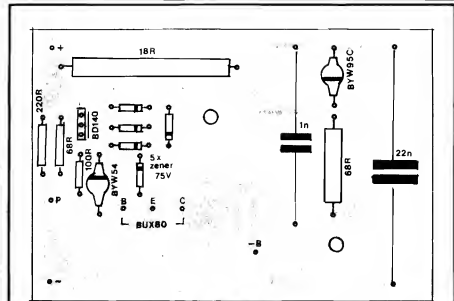

Fig.4
- FIG. 4 - "CHAPEADO" DA MONTAGEM - O lado não cobreado da placa enfatiza, agora, o posicionamento dos componentes (menos o BUX80, que fica fora da placa, conforme veremos mais adiante...), com seus valores e indicadores de polaridade, etc. Notar que a face metalizada do